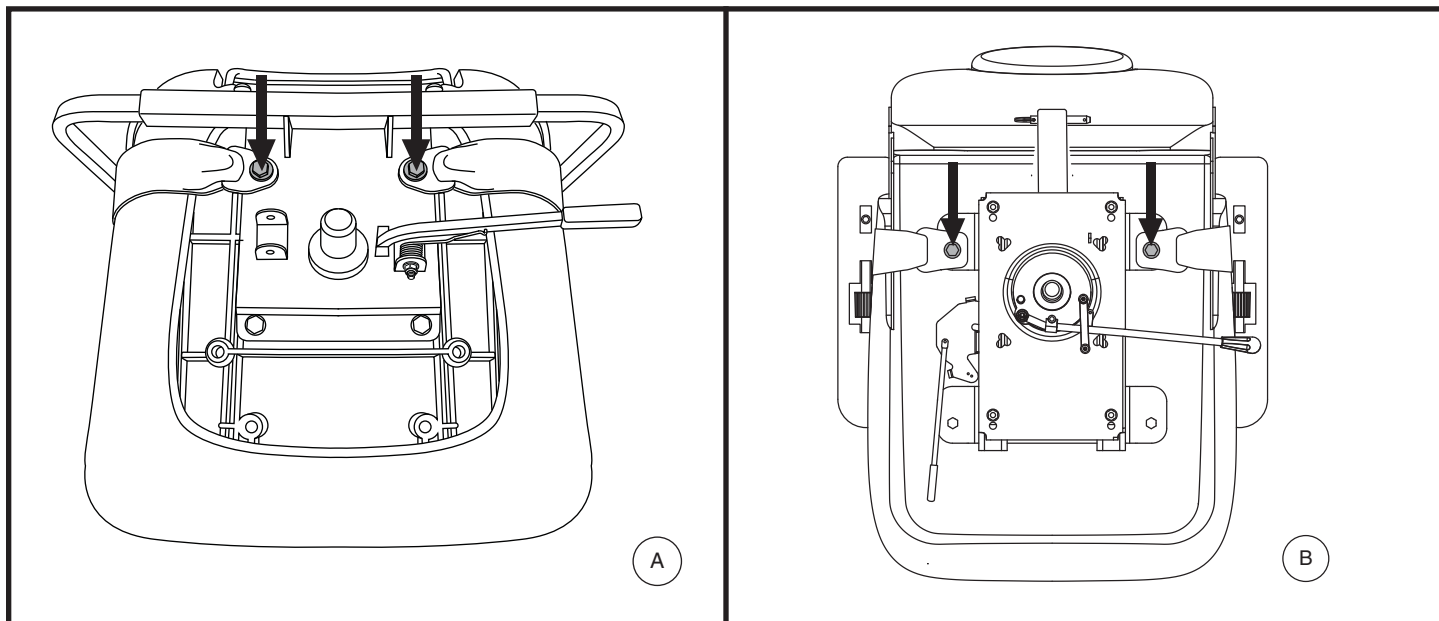

Figura 19. Bulloni per cinture di sicurezza
2. Posizionare la seduta a testa in giù per poter lavorare sulla base della seduta. **Vedere figura 19.**